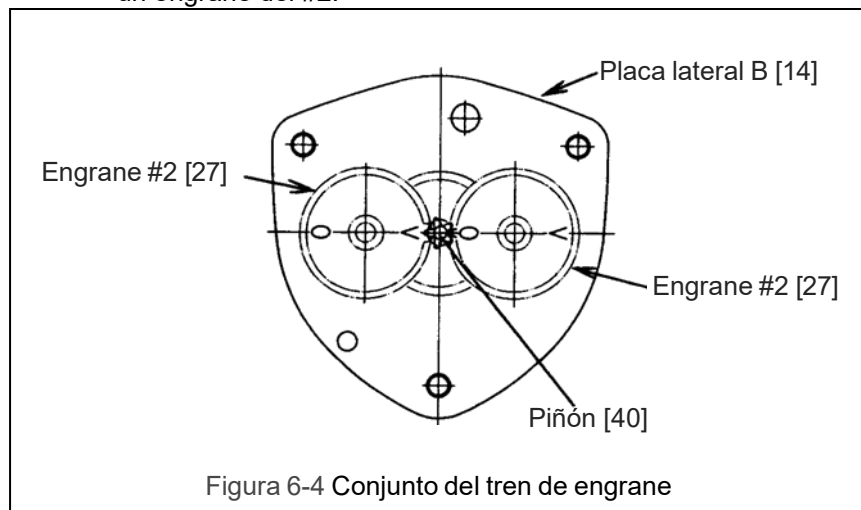

Figura 6-4 Conjunto del tren de engrane
- 8) Engrase los dos pares de engranes del #2 [27], la polea de carga [25] y el engrane del piñón [40]. Póngalos dentro del rodamiento plano del engrane (rodamiento A) de la placa lateral B [14]. Las letras "O" y "V" en los engranes deben orientarse uno con otro, como se muestra en la Figura 6-4 siguiente. No olvide aplicar grasa en el reborde por ambos lados del engrane #2.